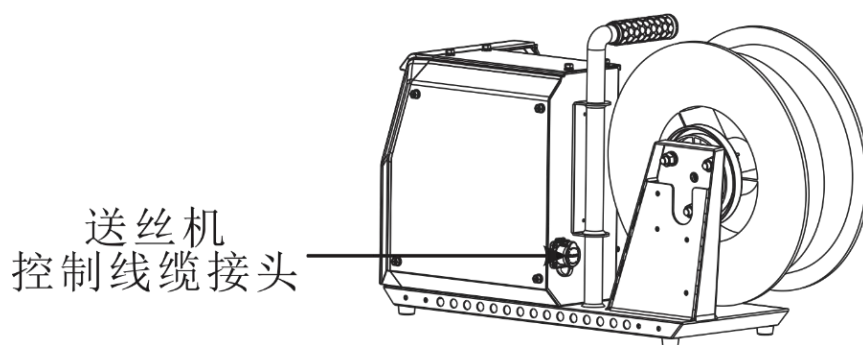

图2-3 送丝机后方接头示意图
2. 另一端插入送丝机后方插座上并紧固，送丝机控制线缆连接完成，如图 2-3 所示。